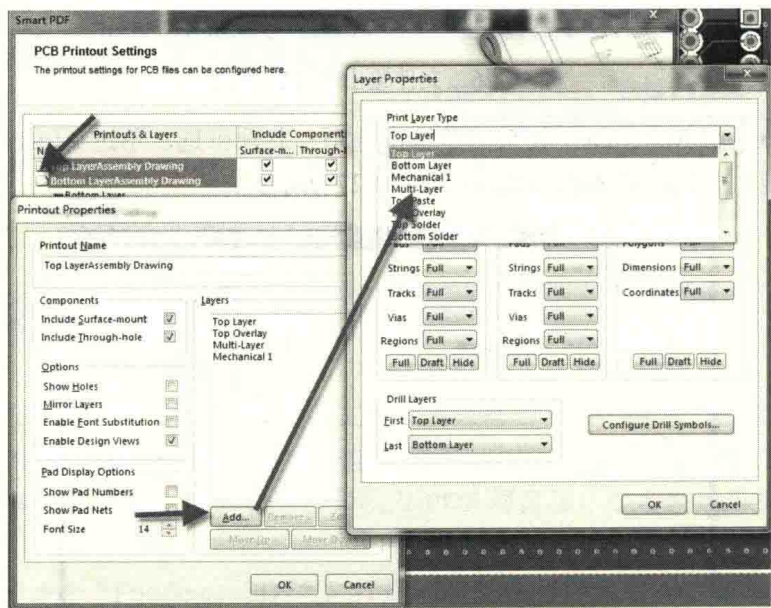

图 10-29 装配元素输出设置选项
(2) 双击“Top Layer Assembly Drawing”输出栏目条，可以对输出属性进行设置，装配元素一般输出机械层、丝印层及阻焊层，单击“Add...”、“Remove...”等按钮进行相关输出层的添加、删除等操作，如图 10-29 所示。同理，对“Bottom Layer Assembly Drawing”输出栏目条进行相同操作。